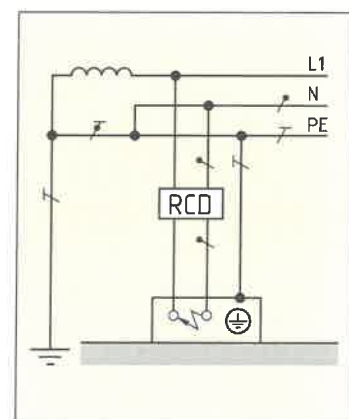

Bild 3: RCD und Kurzschluss
6. Welche Schlussfolgerung ist aus der richtigen Entscheidung von **Bild 3** zu ziehen?